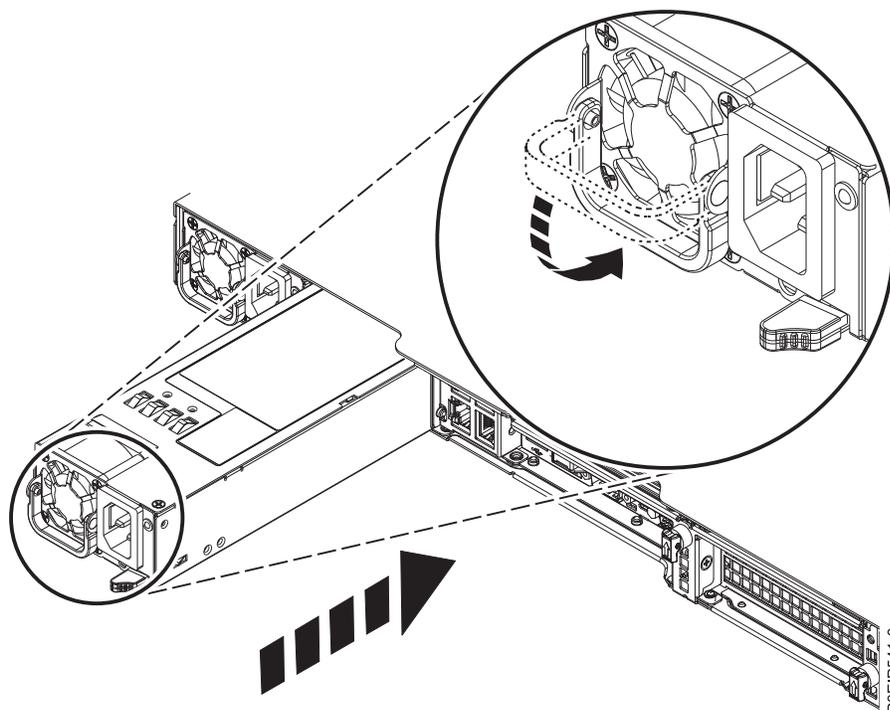

Figura 27. Substituindo a fonte de alimentação no sistema
2. Alinhe a fonte de alimentação com o compartimento conforme mostrado na Figura 27. O ventilador está à esquerda; o plugue está à direita. Deslize a fonte de alimentação no sistema até que a trava seja bloqueada no lugar.